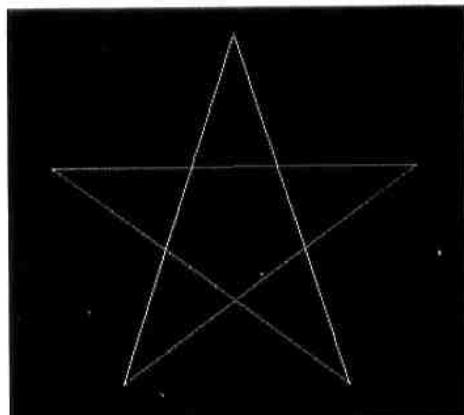

图 1-1 五角星效果图
本实例是 AutoCAD 最基本的命令的应用，使用了【直线】命令连接五边形的各个顶点。其最后效果如图 1-1 所示。
(5) 单击修改工具条上的【删除】命令，在绘图区出现一个小方块，把小方块移动到五边形的任一边上单击左键，选择删除对象。单击后五边形变成由虚线构成，单击右键确认，五边形被删除。实例完成，效果如图 1-1 所示。保存实例。